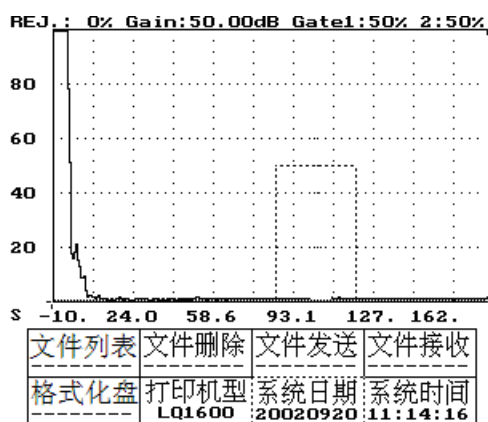

图 12-4
- 4、按方向键——将虚框移到系统日期参数，如图 12-4 所示。